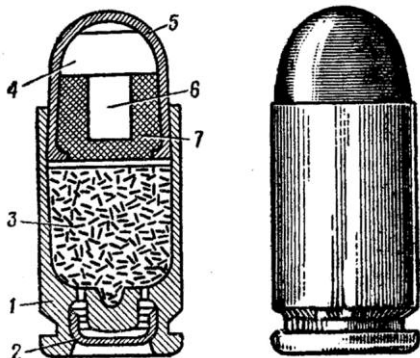

Рис. 45. Общий вид 9-мм пистолетного патрона и его устройство:
31. 9-мм пистолетный патрон (рис.45) состоит из гильзы, капсюля, порохового заряда, пули.